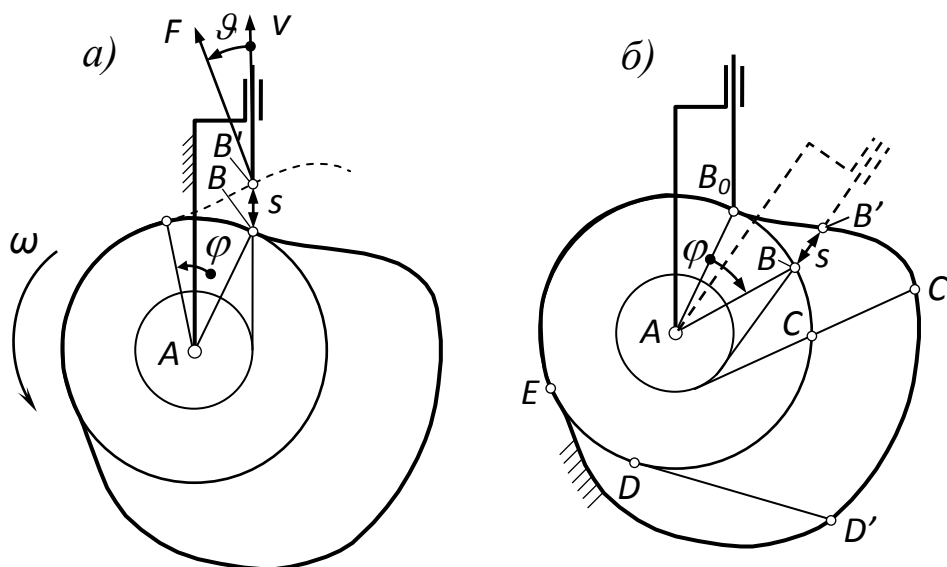
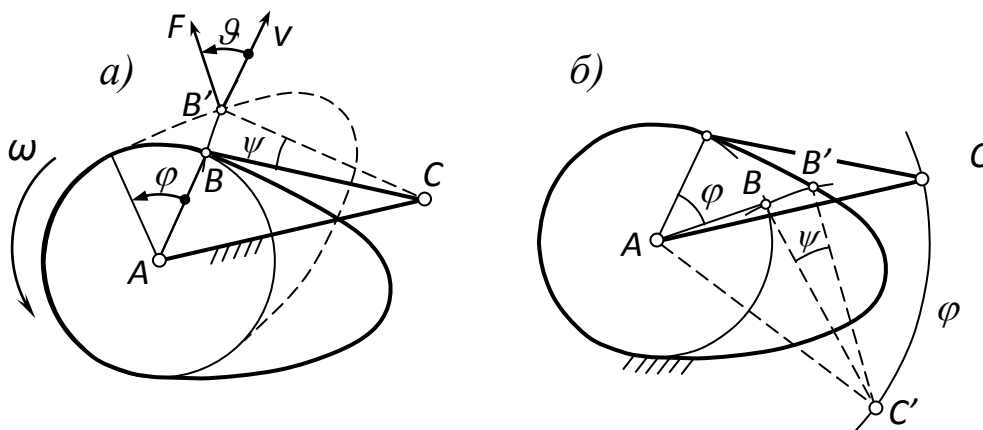

Рис. 1. Механизм со стержневым толкателем
Рис. 2. Механизм с коромысловым толкателем
В кулачковых механизмах функцией положения называется зависимость координаты толкателя от координаты кулачка. Координатой кулачка является угол его поворота φ , координатой толкателя является либо линейное перемещение s (рис. 1, *a*), либо угол поворота ψ ; (рис. 2, *a*). Таким образом, требуется найти зависимость $s(\varphi)$ или $\psi(\varphi)$.
Задача построения функции положения решается методом обращения движения. Согласно этому методу, поворачивают не кулачок относительно стойки, а стойку относительно кулачка. При этом толкатель перемещается относительно стойки на столько же, как если бы вращался кулачок. Остаётся лишь найти положение толкателя и измерить его координату (рис. 1, *б*; 2, *б*). Это делают линейкой или транспортиром – соответственно координате.
Перед разбивкой отмечают граничные точки профиля кулачка и замеряют фазовые углы. На рис. 1, б граничными точками являются B_0 , C' , D' , E . Фазовыми углами являются B_0AC , CAD и DAE . Это, соответственно, угол поворота на фазе подъема, верхнего выстоя и опускания.
B толкателя – исходя из движения толкателя относительно стойки (рис. 1, a ; 2, a).
4. В пронумерованных положениях измерьте перемещение толкателя и занесите измеренное в таблицу. По результатам измерений постройте график функции положения. Для механизмов со стержневым толкателем (рис. 1, b) измеренное S можно наносить на график сразу. В таком случае таблица не требуется.